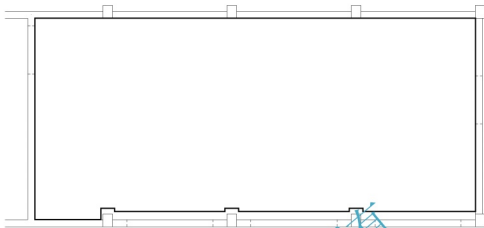

图 4.103 修整门窗洞口处
- (8) 将【墙体】层设置为当前层，用前面已学过的命令将图形修整至如图 4.103 所示。